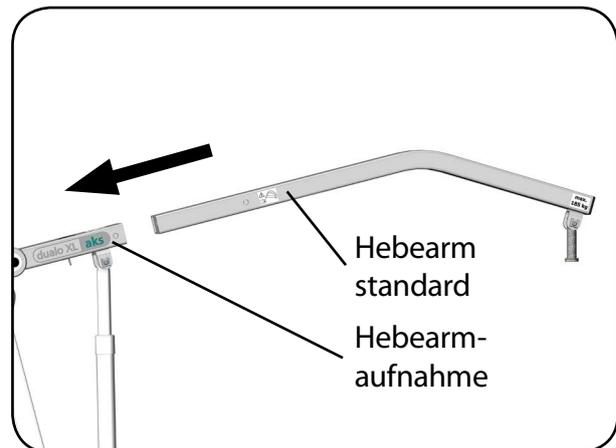

Abb. 8.8.02 - Hebearm standard einstecken
3. Stecken Sie den Hebearm standard in die Hebearmaufnahme (Abbildung 8.8.02).